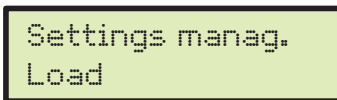

Fig. 81
- Select **Load** (Fig. 81) and press **OK**;